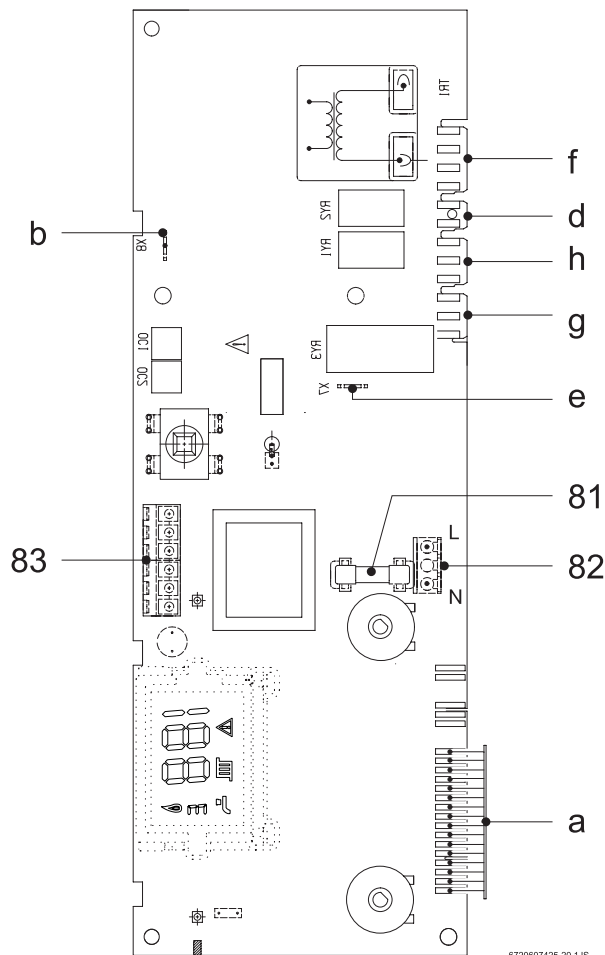

Fig. 19
- ▶ Se îndepărtează jumper-ul dintre bornele 1 - 4 (Fig. 19, poz. 83).